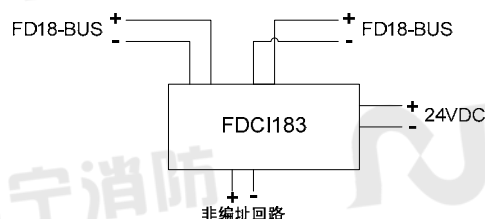
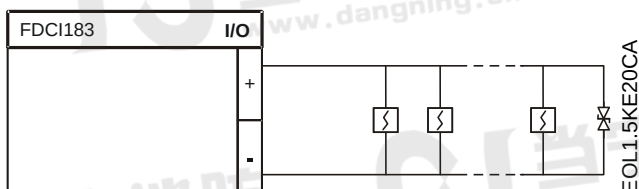
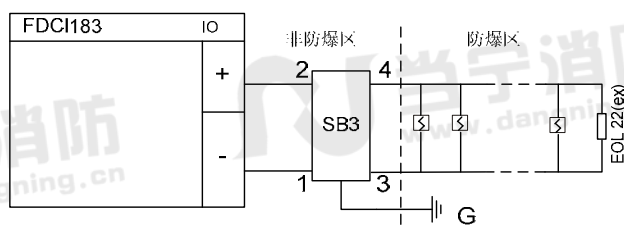

图 7
图 8 探测回路接线图
图 9 防爆本质安全探测器接线图
- 按图 7、图 8、图 9 指示将线接到端子上。
- 接终端元件, 必须接到回路终端 (见图 8/9)。